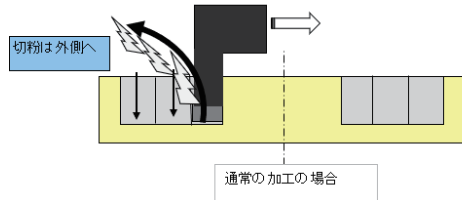

図5 通常の加工の場合
ある程度溝幅の広い場合は何パスかに分けて削っていく。たとえば溝幅15mmで使用インサート幅が5mmなら3パスとなるが、この場合、内径側に一発目を入れてから外径側に広げていくか、外径側に入れてから内側に広げていくことになる（ナライ加工という意味ではない）。これは所持する工具や、作業能率、治具等の都合もあると思うが、特に制約がない場合は（図5）①→②→③のように溝の外径側から内径側へ広げるのがセオリーとされている。ホルダーの突き出し部分の曲率が大きい方が工具の剛性があるため、もし工具にいくつかの選択肢がある場合は、曲率（インサート保持部分の突き出し部R形状）の大きなホルダーを選択した方が剛性があるというのが第一の理由だ（詳しくは弊社HPの技術資料に記載）。さらに切粉の流れを考えたとき、切粉が遠心力で外側に飛ばされるため、外側にクリアランスがあった方が切粉の逃げる空間ができて、スムーズな排出につながることも理由にある。